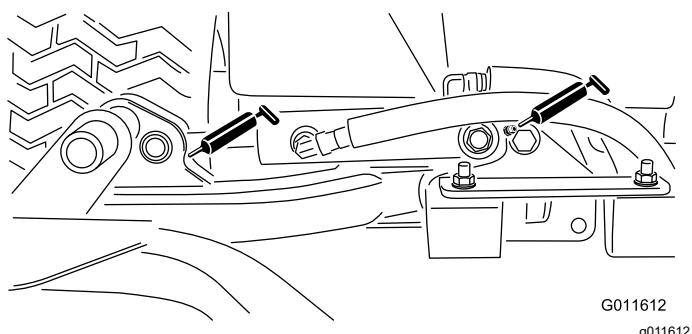

Рисунок 30
- Цилиндры подъемного рычага режущего блока (по 2 шт.) — Рисунок 30
- Оси поворота подъемного рычага (по 1 шт.) — Рисунок 30